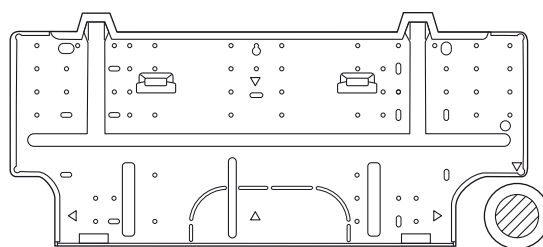

Fig. 13a
- (1) Fixez le panneau arrière au mur avec les 8 vis fournies. (Fig. 13a ou 13b)